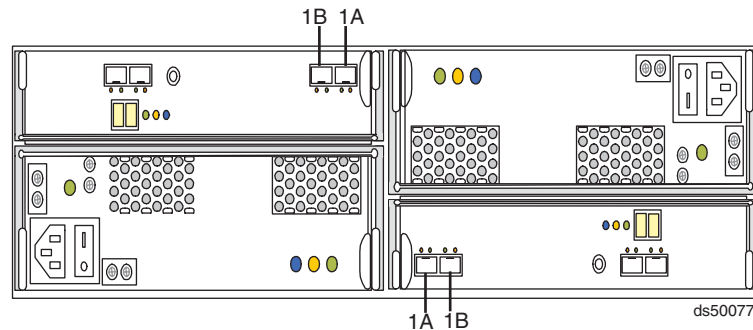

Figura 47. rótulos de porta do EXP5000
3. A porta da unidade do controlador DS5100 e DS5300 deve sempre ser conectada a uma porta do EXP5000 rotulada como 1B. Porque os ESMs do EXP5000 esquerdo e direito (ESMs A e B) são inseridos nos compartimentos ESM em diferentes orientações, você deve procurar pela porta rotulada 1B antes de fazer as conexões do Fibre Channel. Figura 47 mostra os rótulos de porta no EXP5000.